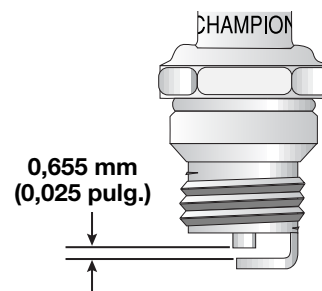

Fig. 23
3. Cambie las bujías que estén rajadas, sucias o deterioradas. Fije la separación de aire a 0,655 mm (0,025 pulgadas) utilizando un calibrador (Fig. 23).